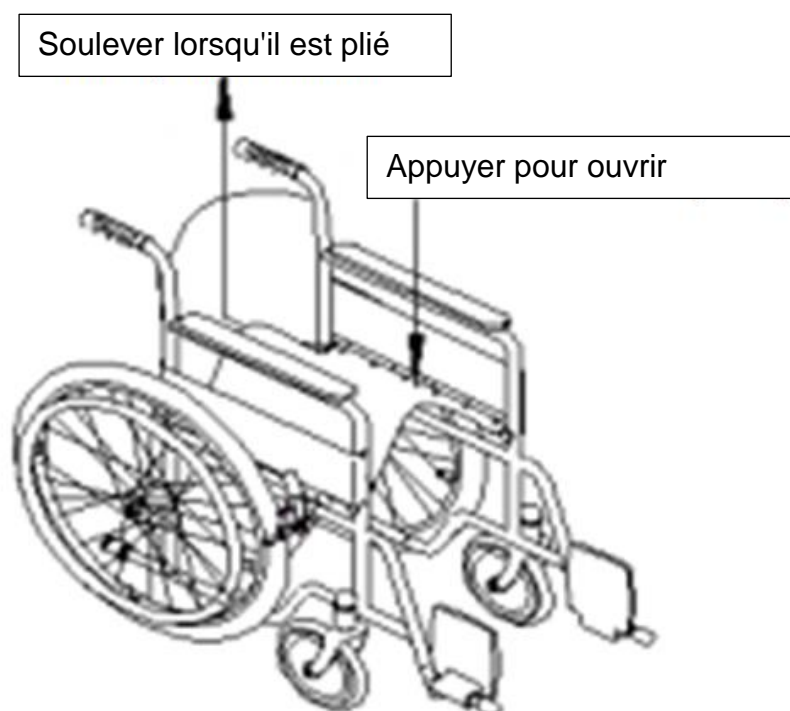

Figure 2
- Lorsque vous ouvrez le fauteuil roulant, vous pouvez appuyer sur les deux côtés ou sur un seul côté du siège, ce qui permet de l'ouvrir facilement ; lorsque vous pliez le fauteuil roulant, veuillez d'abord relever le repose-pied, puis tenez le coussin et soulevez-le, ce qui permet de le plier. (Voir figure 2)